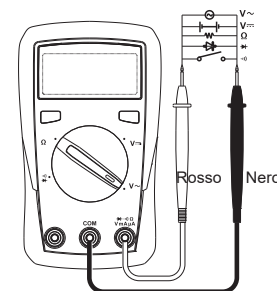

Figura 2
1. AC/DC misurazione della tensione (vedi Figura 2)
2. Misurazione della resistenza (vedi Figura 2)
3. Misurazione della continuità (vedi Figura 2)
4. Misurazione dei diodi (vedi Figura 2)